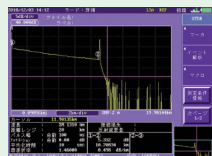

図1: OTDRで実際の空き心線を測定したものの
OTDRの測定原理は、測定光ファイバに光パルスを入射し、測定光ファイバから戻ってくる光を受光器で受信します。入射パルスと反射光との時間差から光ファイバの長さや損失のグラフを表示します。図1に示すのが実際の空き心線を測定したものです。X軸が光ファイバの距離(Km)で、Y軸が光の損失(dB)になります。図1の①と②の距離が10.7Kmあり、損失が5.3dBあることを示しています。このようにOTDRは、光